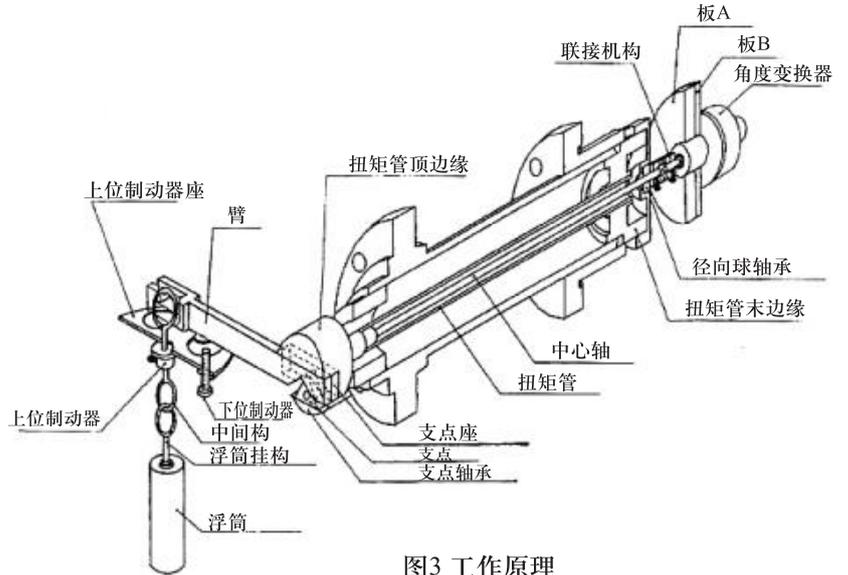

图3 工作原理
5.1、工作原理(参见图3)
如图3所示，扭矩管被扭矩管顶边缘座固定，顶边缘座则由支点支撑。浮筒所受的浮力与液位成比例，向下力的变化也与液位成比例。于是，对臂施以向下的力矩而使扭矩管产生的扭转角 ϕ 与液位的高低有一一对应的关系。扭矩管的扭转角 ϕ 通过联接机构传至角度变速器(霍尔元件型)，进而转换成4~20mA DC电信号输出。